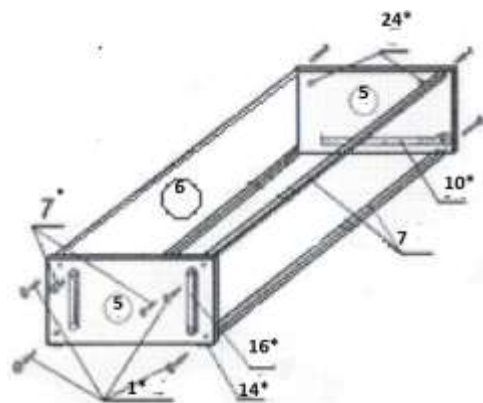

Рис.6
1. К левой и правой опоре основания маятника (5) с помощью саморезов 3,5x16 прикрепите П-образные роликовые направляющие (10*) по намеченным отверстиям в опорах (5).
2. Соберите опору маятника согласно **Рис.6, 7** при этом головки установленных втулок-гаек должны быть направлены внутрь конструкции. Лист ДВП аккуратно вставьте в пазы в спинках, задней стенке и бруске.